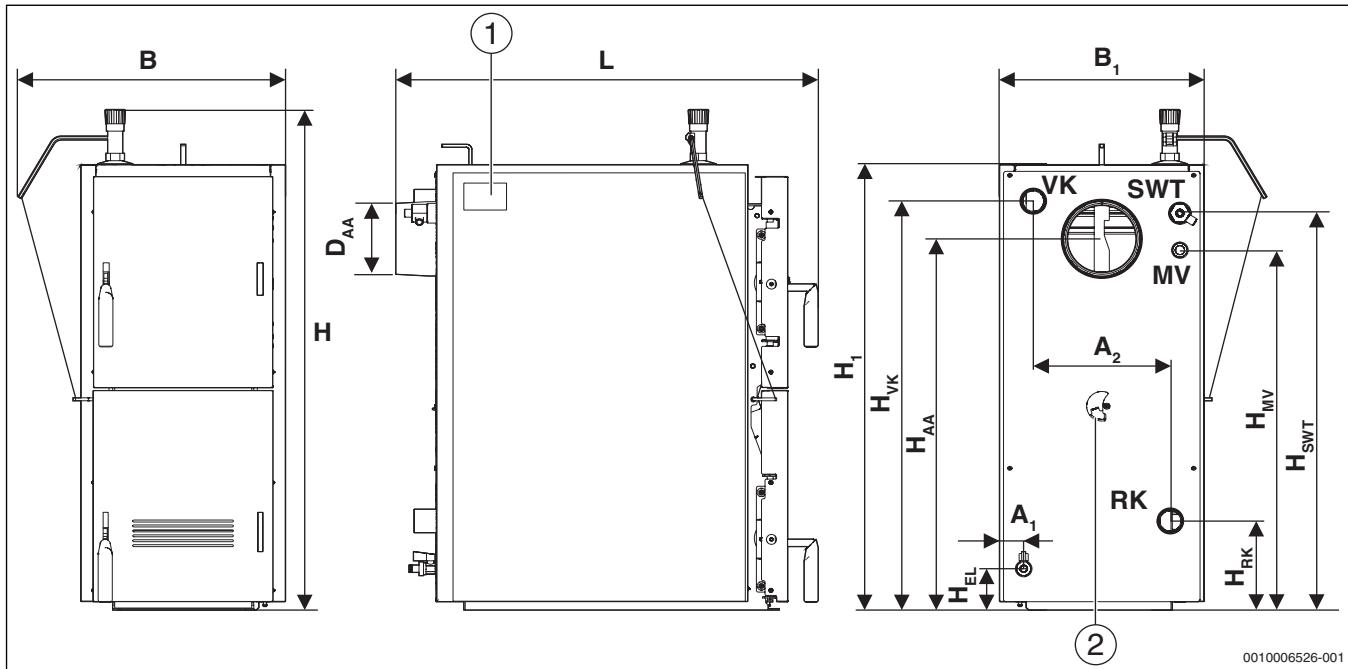

Рис. 5 Размеры Logano S131-15 H
- Наклейте заводскую табличку в хорошо доступном и видимом месте, например, вверху на боковую стенку котла (→ рис. 5, стр. 8).